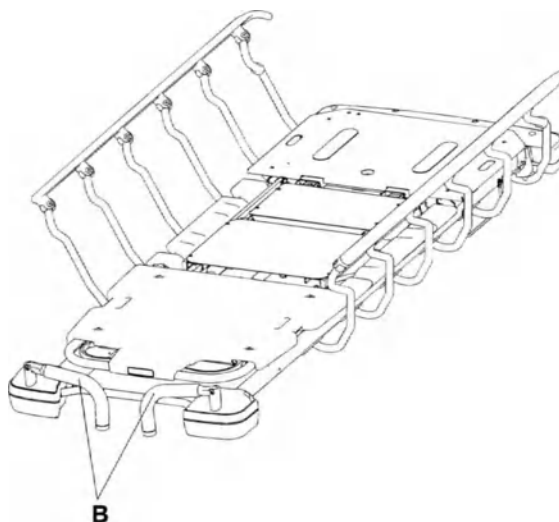

Рисунок 11 – Перевод ручек для толкания головного конца в сложенное положение
3. Выполните эти действия в обратном порядке, чтобы перевести ручки для толкания головного конца (B) в сложенное положение (Рисунок 11).